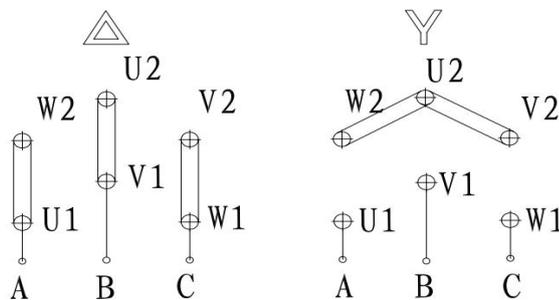

图 3（接线指示图）
6.2.3 六端子接线盒通过连接片改变接法见图 3，可适应两种不同电压需要有两个进线口可引入二根多芯电缆的接线盒，当引入一根多芯电缆只使用一个进线口时，另一个进线口的金属堵棒不得拿掉，否则将失去防爆性能。